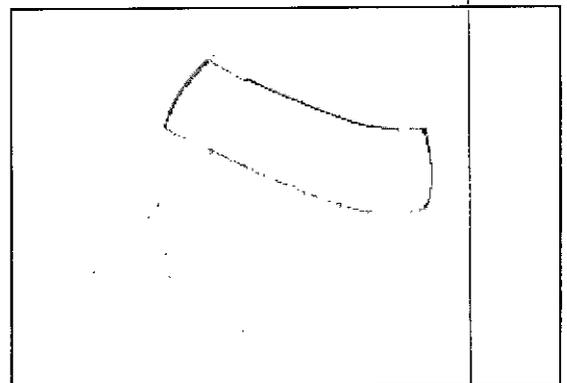

Figura 1: vendaje en la cabeza para fijar el implante
- Antes de que los pacientes entren en una sala de IRM se deben retirar de la cabeza todos los componentes externos del sistema de implante (procesador de audio y accesorios). Para las fuerzas de campo de 1,0 T, 1,5 T y 3,0 T, debe colocarse un vendaje en la cabeza para cubrir el implante. Un vendaje en la cabeza puede ser un vendaje elástico bien ajustado alrededor de la cabeza con tres vueltas como mínimo (consulte la Figura 1). El vendaje debe estar bien ajustado, pero no debe causar dolor. Realizar una IRM sin el vendaje en la cabeza podría causar dolor en la zona del implante y, en el peor de los casos, puede producir un desplazamiento del implante o del imán del implante.